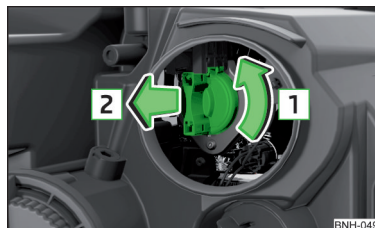

Fig. 269
- › Rotiți dulia împreună cu becul incandescent în sensul săgeții **1** » fig. 269.